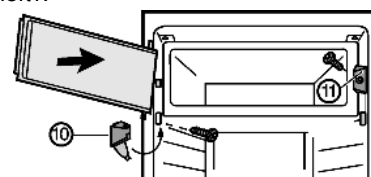

Fig. 7\*
- ▶ Встановіть замок Fig. 7 (11).\*
- ▶ Встановіть опорний кронштейн Fig. 7 (10) і закрийте кришку.\*